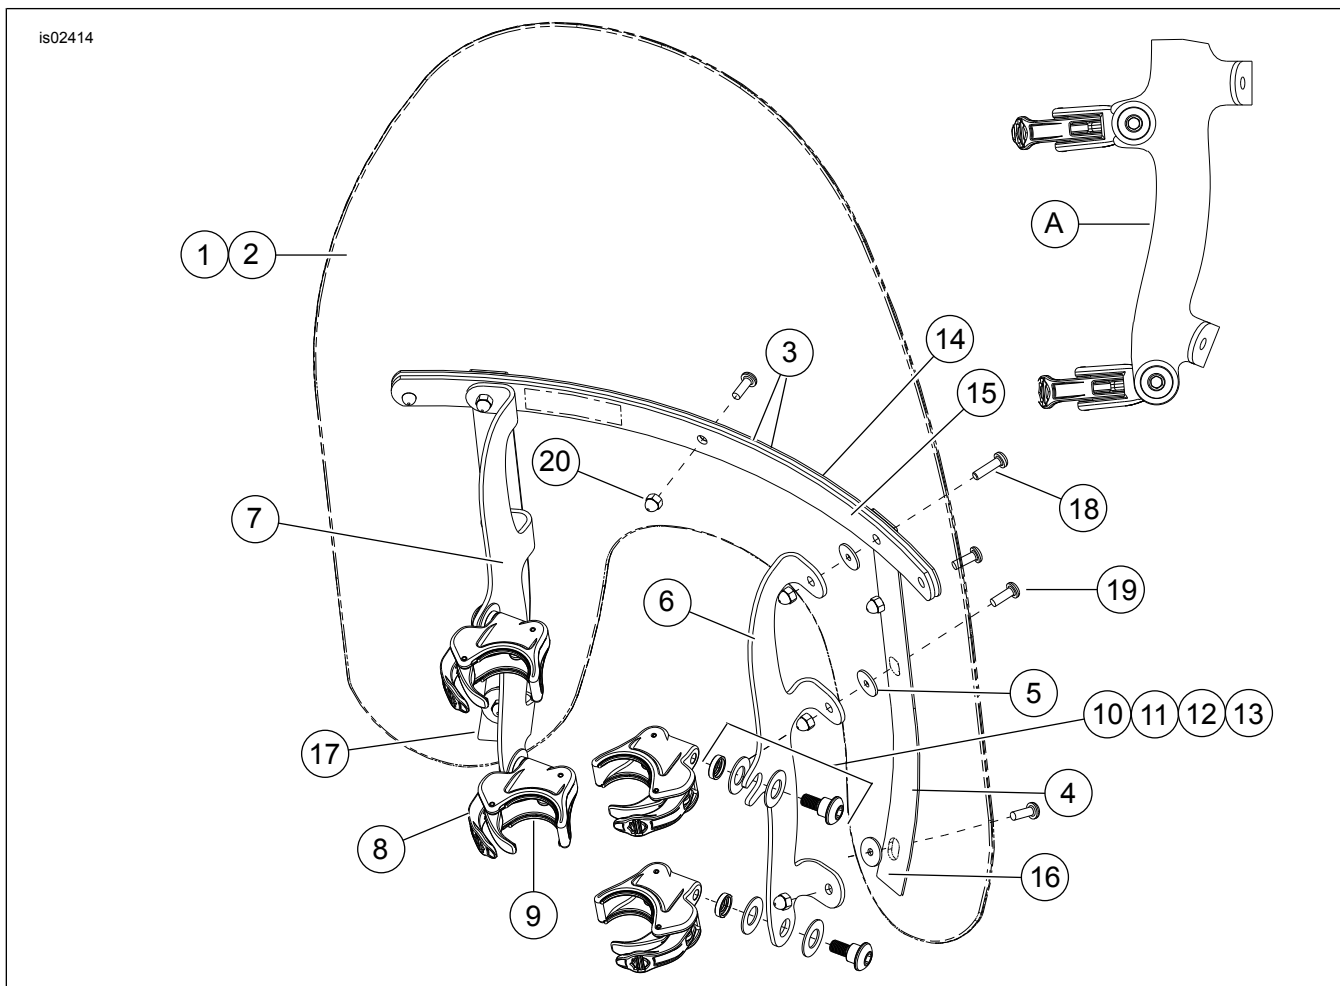
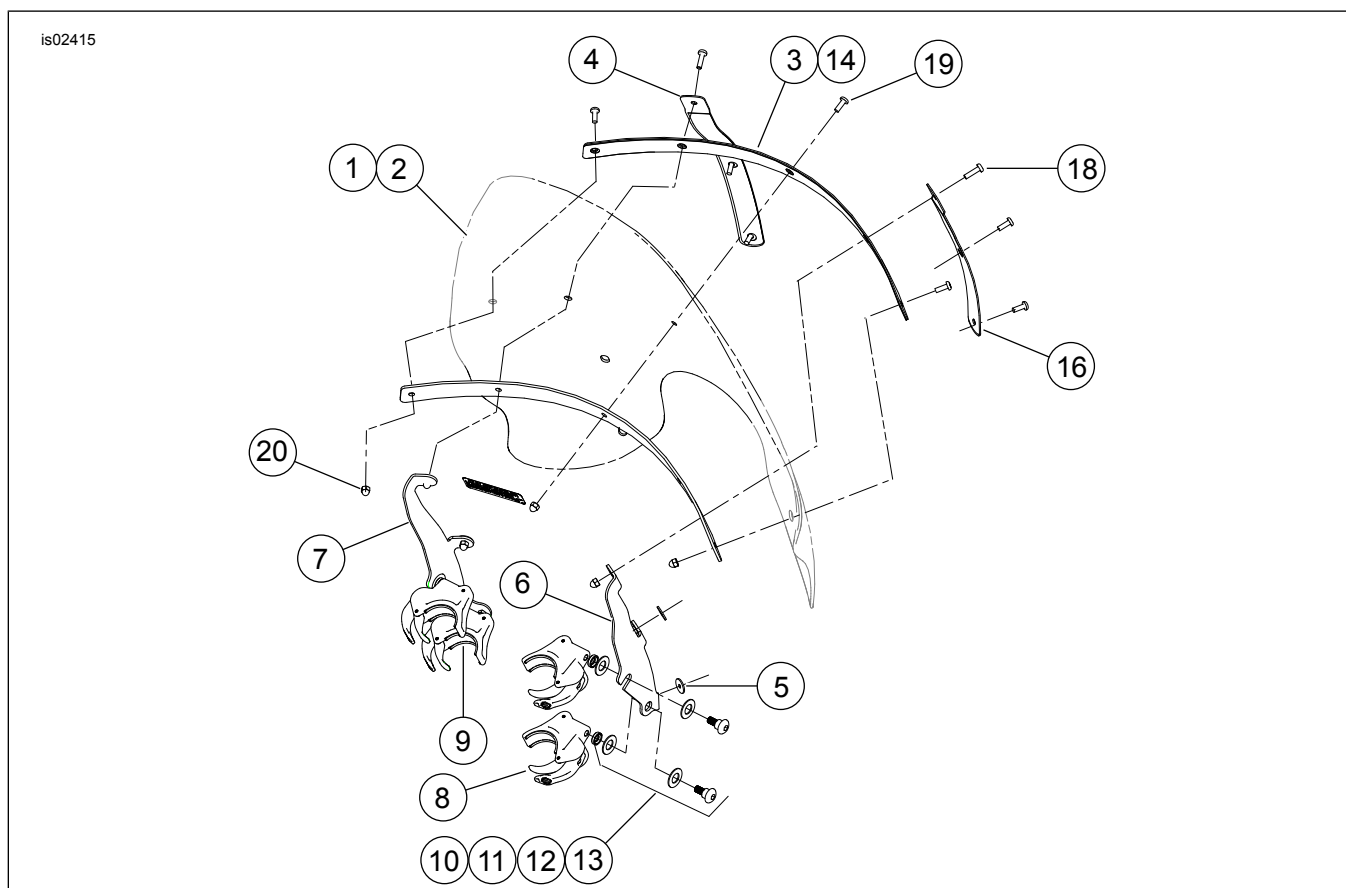
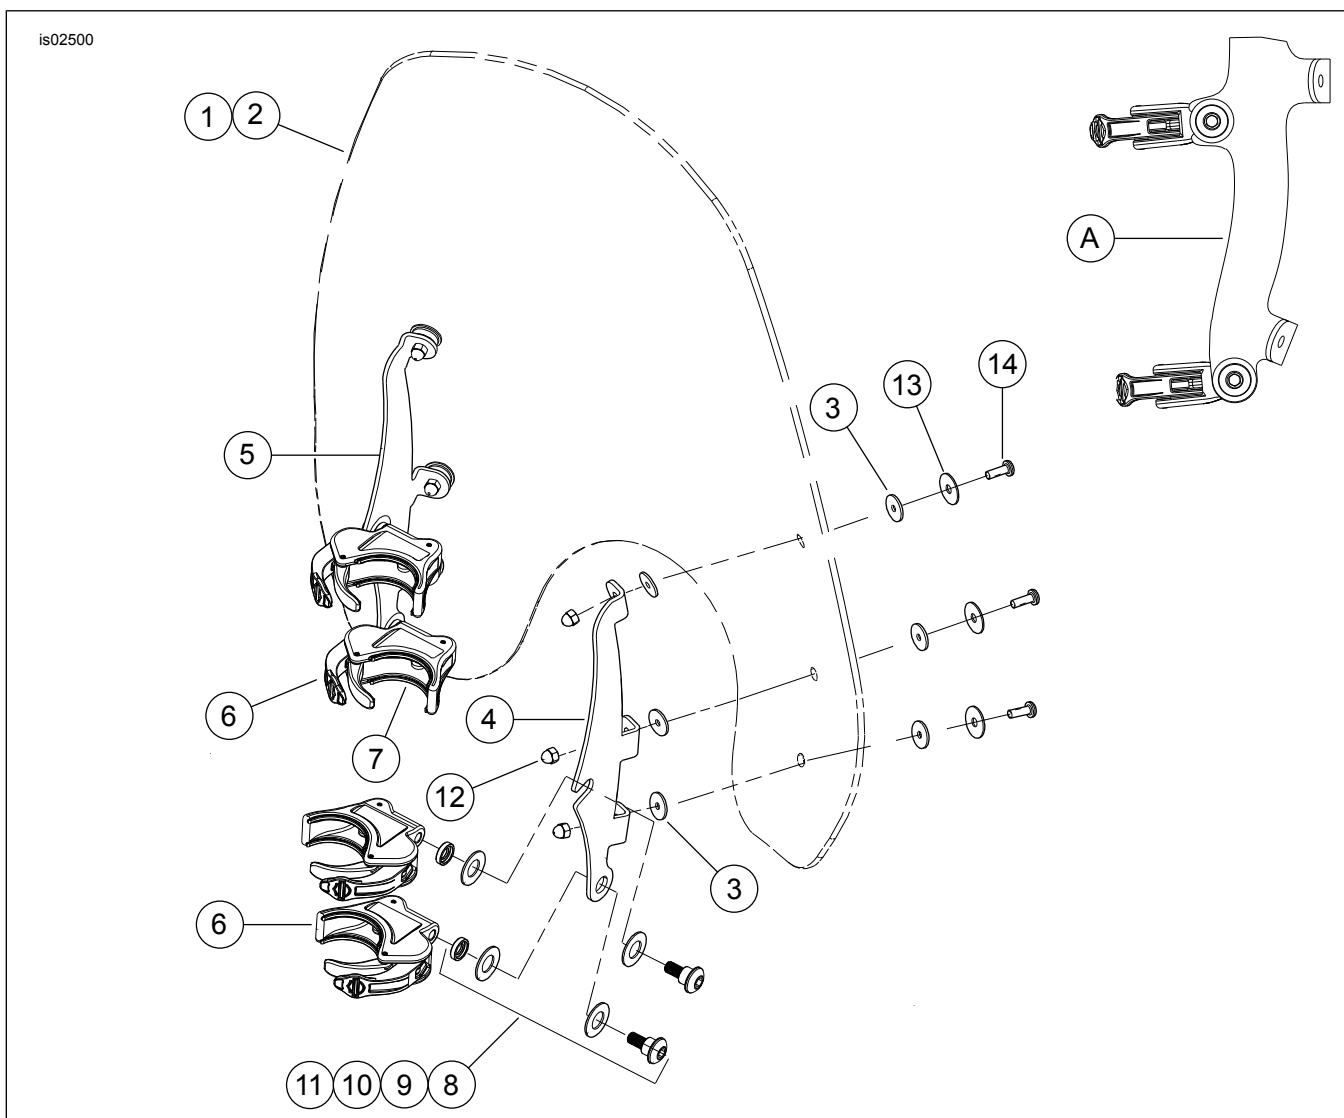

Рисунок 3. Содержимое комплекта Комплекты компактных быстросъемных ветровых стекол (58387-06, 58413-06, 58444-06, 58346-06, 58347-06, 58348-06)
Рисунок 4. Содержимое комплекта Комплекты быстроразъемных ветровых стекол для моделей Touring (57015-06, 57016-06)
Рисунок 5. Содержимое комплекта Комплекты быстроразъемных ветровых стекол Super Sport (57300-06, 57301-06)
- См. Рисунок 3, Рисунок 4, Рисунок 5, Рисунок 6, Рисунок 7 и Рисунок 8. Извлеките зажим и комплекты деталей крепления из упаковки и разложите по группам детали одного вида, чтобы подготовиться к установке.